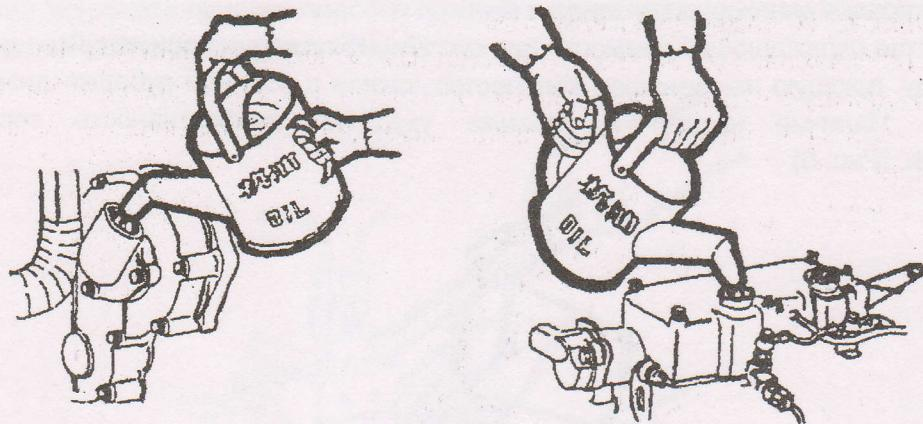
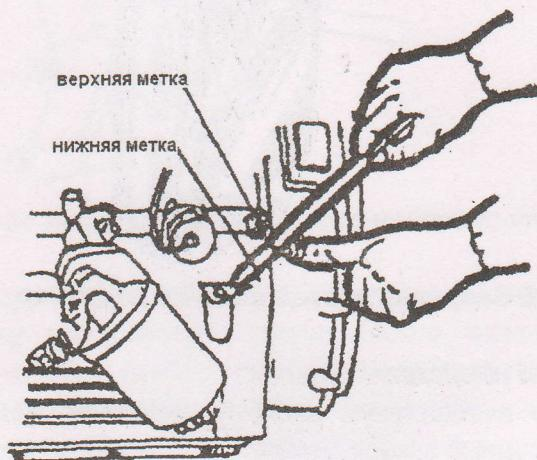

Рис. 2 Заправка смазочными материалами
Рис. 3 Определение уровня масла в картере дизеля
4.1.2.1 Масло в картер дизеля заливайте через отверстие для заливки масла, уровень масла в картере должен быть по верхнюю метку на маслозимерителе. (Рис. 2 и Рис. 3)